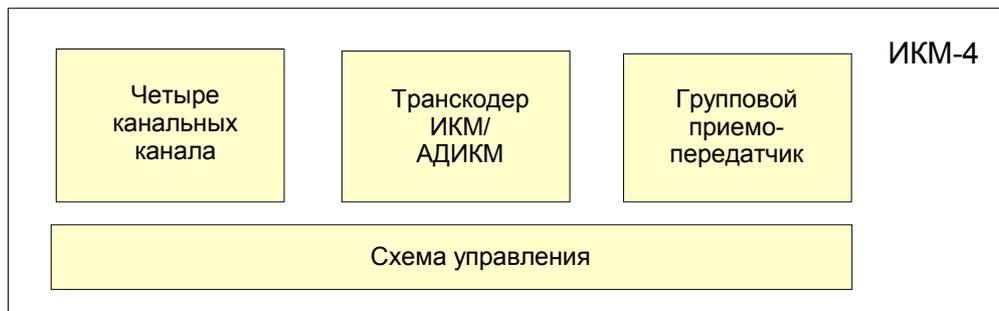

Рисунок 1 Принцип работы ИКМ-4А
3.1.2 Между АТС и ЦК ИКМ-4А, а также телефонами и УК ИКМ-4А, организованы 4 независимых канала. Рисунок 1 отображает принцип работы ИКМ-4С. Передача информации между ЦК и УК осуществляется по одной симметричной паре медного кабеля.